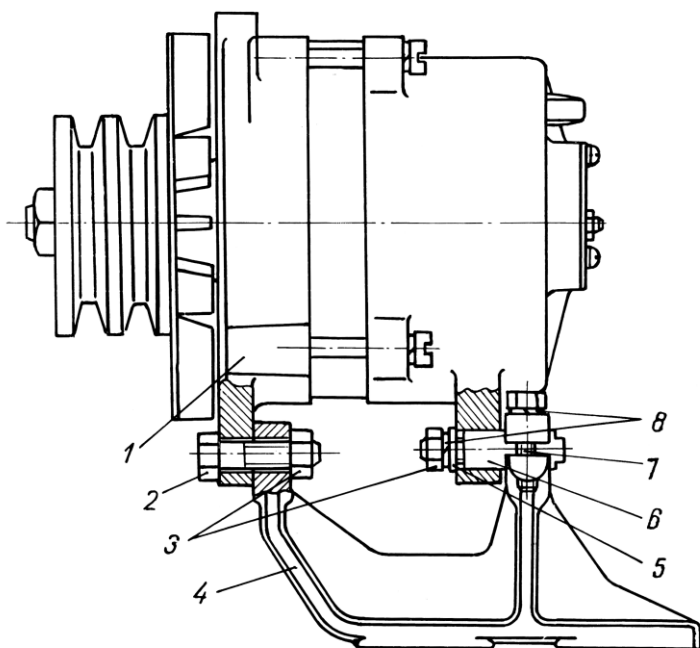

Рисунок 68 – Крепление генератора на двигателе:
1. Вставить палец 6 (рис. 68) в отверстие задней крышки генератора и закрепить гайкой 3 с шайбами 5 и 8.